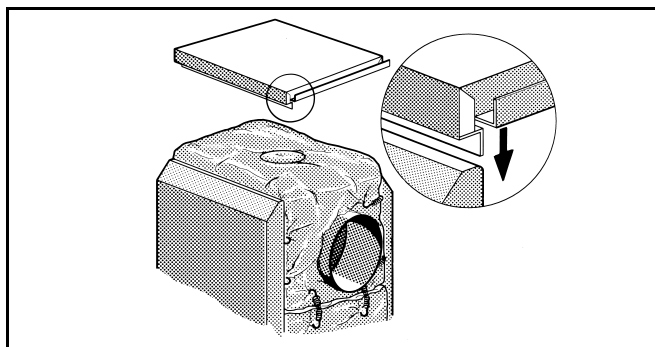

Fig. 12
- Mettere la copertura da sopra sulle pareti laterali, in modo che la piegatura appoggi all'interno delle pareti laterali (Fig. 12).